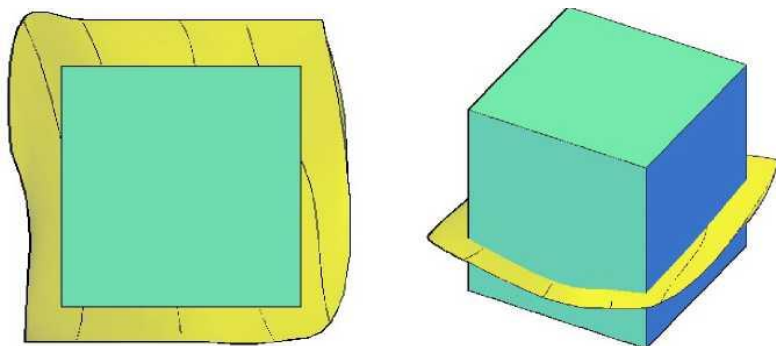

Рис. 73 – Создание массива земли
7. Создать массив земли. Для этого командой **BOX** (**Ящик**) выполнить ящик 150 x 150 произвольной высоты, вписанный в поверхность (рисунок 73).